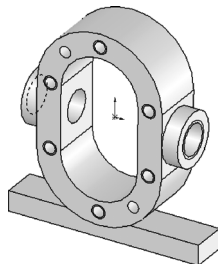

图 10-97 切除拉伸实体
**02** 切除拉伸实体。选择菜单栏中的“插入”→“切除”→“拉伸”命令，或单击“特征”控制面板中的“拉伸切除”按钮，弹出“切除-拉伸”属性管理器，设置切除终止条件为“完全贯穿”，然后单击“确定”按钮，结果如图 10-97 所示。